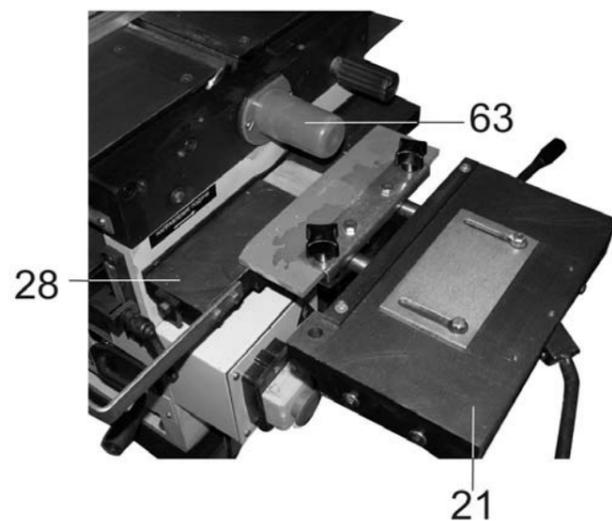

Рис. 15
8.3.7. При выполнении строгальных или пильных операций свободная часть шпинделя, предназначенная для крепления фрезерного оборудования и режущего инструмента, должна быть закрыта защитным стаканом (63), Рис. 15.